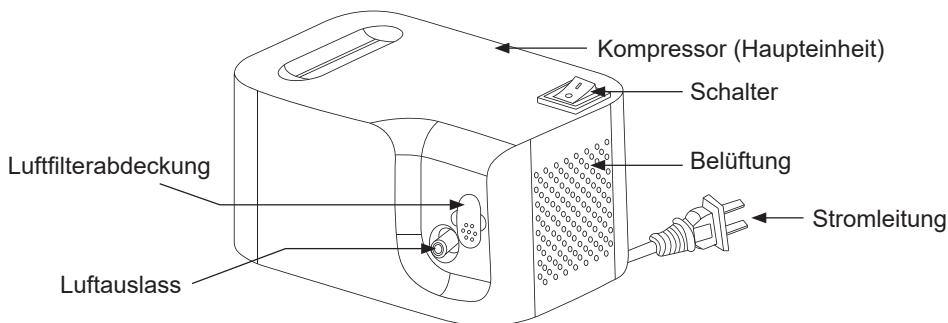

Bild 1: Haupteinheit und Teile
a) Haupteinheit und Teile (Bild 1)